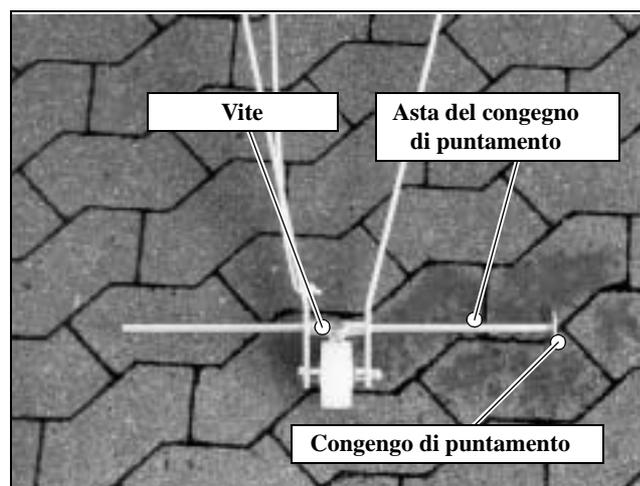

Fig. 4.23 Congegno di puntamento anteriore
2. Allentare la vite del congegno di puntamento anteriore (Fig. 4.23).